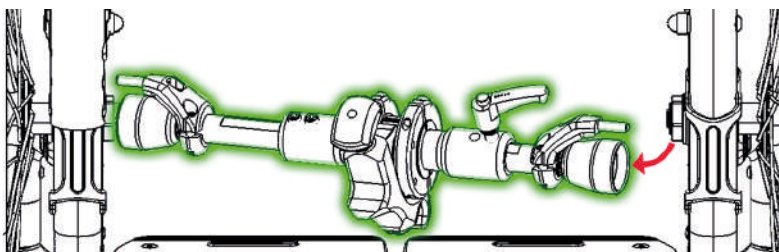

Figura 24
3. Rimuovere il Kit dalla carrozzina (Figura 24).